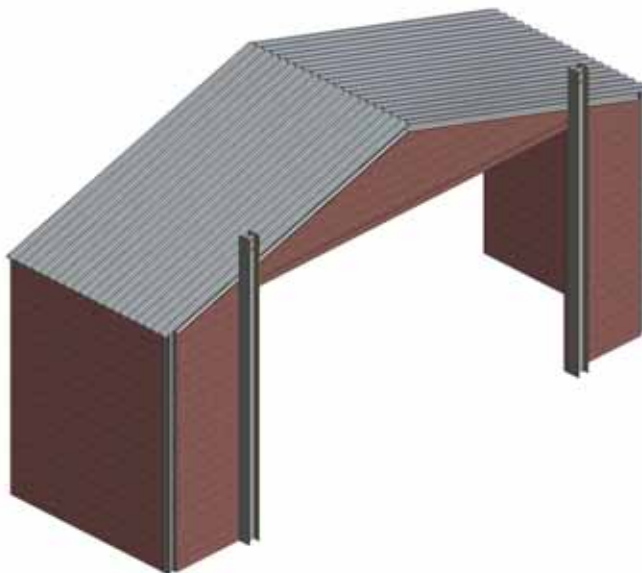

Abbildung 15b
- 16.3 Auslegerschienenverlängerungen über das Gebäude hinaus (Abbildung 15b): Bitte wenden Sie sich für eine weitere Beratung an die Hauptniederlassung